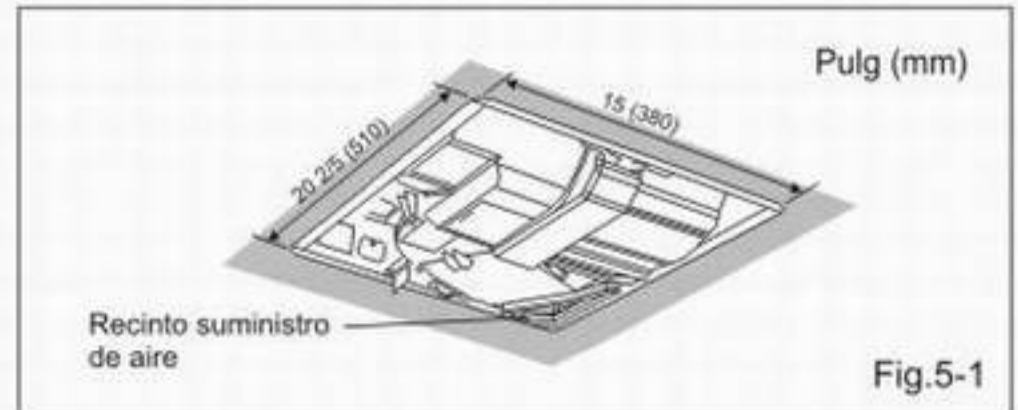

Fig.5-1
10. Termine el trabajo del techo. El hueco del techo debe quedar alineado con el borde de la brida. (Fig. 5-1)